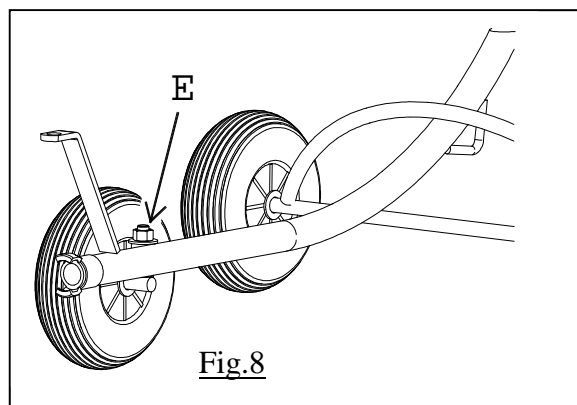

Fig.8
- La roue directrice du chariot doit être réglée afin que le chariot revienne bien en ligne vers l'appareil. Dévissez l'écrou Rep.E-Fig.8 et positionnez la roue de manière à corriger la trajectoire du chariot.